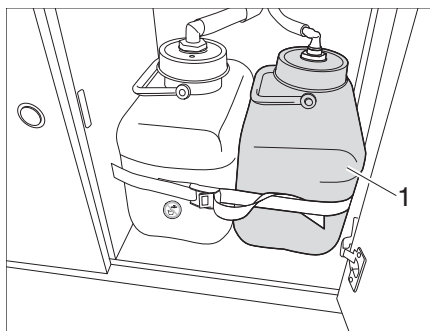
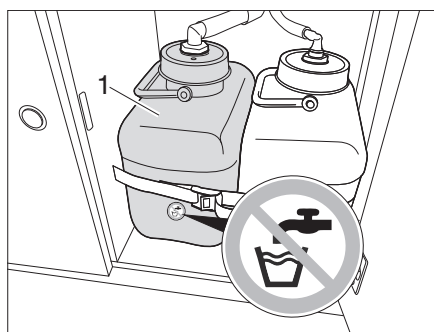
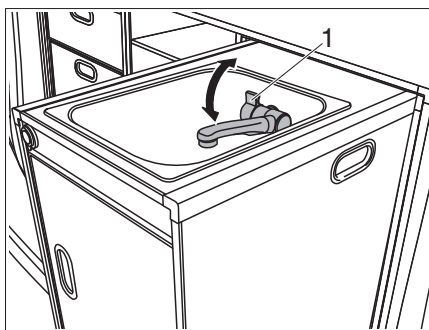

Fig. 41 Tanica dell'acqua
Fig. 42 Tanica per acque grigie
Fig. 43 Lavello con rubinetto dell'acqua
Il veicolo è equipaggiato con una tanica dell'acqua incorporata. Una pompa elettrica manda l'acqua al rubinetto dell'acqua (Fig. 43,1). Aprendo il rubinetto dell'acqua si accende automaticamente la pompa dell'acqua che manda l'acqua al punto di erogazione.
**Capacità** La tanica dell'acqua (Fig. 41,1) ha una capacità di circa 10 l.
La tanica delle acque grigie (Fig. 42,1) si trova nel blocco cucina.
- Ruotare il rubinetto dell'acqua (Fig. 43,1). L'acqua viene pompata verso l'alto dalla tanica dell'acqua (Fig. 41,1). La tanica delle acque grigie (Fig. 42,1) raccoglie le acque grigie.
- Ruotare indietro il rubinetto dell'acqua (Fig. 43,1). La pompa nella tanica dell'acqua si arresta.